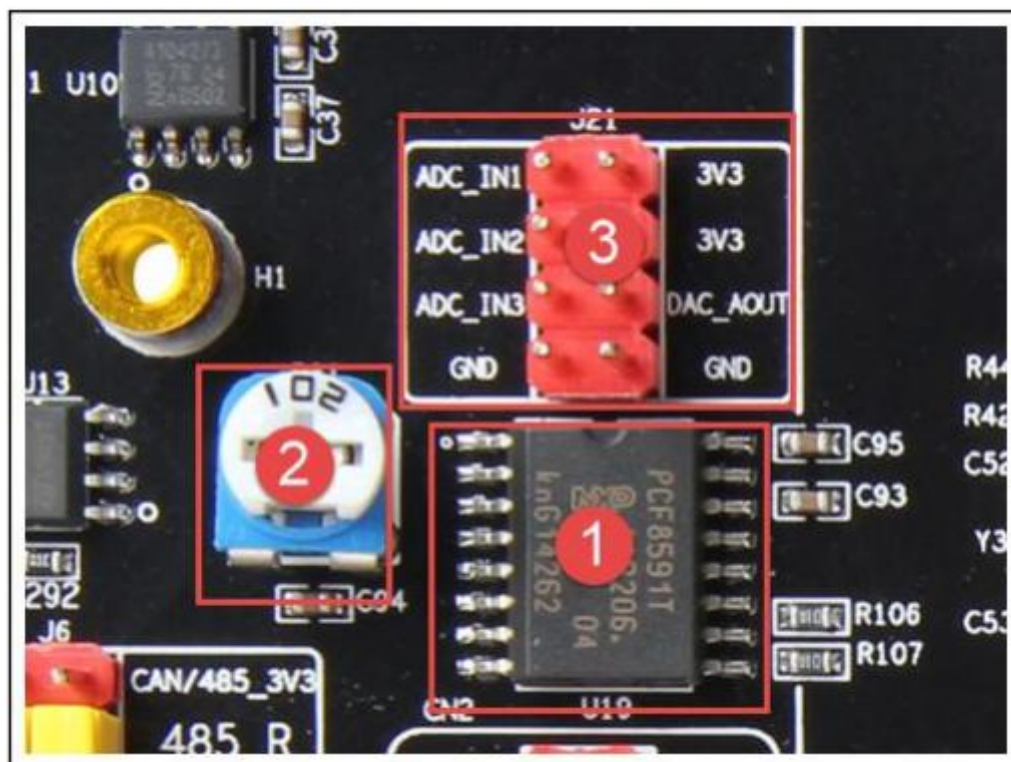

图 2.4-35 征途_Pro ADC/DAC 实物图
开发板上 AD/DA 接口实物图如图 2.4-35 所示，其中①为 PCF8591T 芯片；②为电位器，可用于调节电阻；③为预留的芯片信号输入输出接口